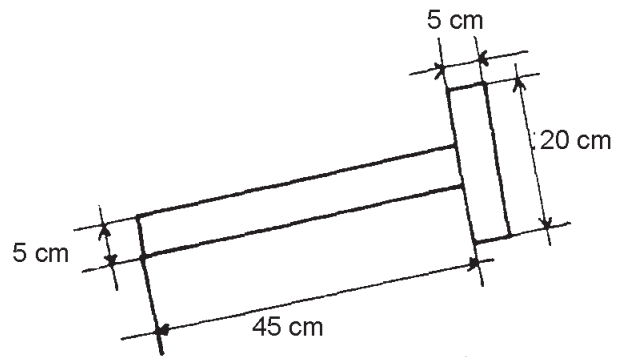

Figura 9
- Corta una tira de madera de 2.5 x 2.5 x 45 cm y otra de 2.5 x 2.5 x 20 cm; únelas empleando el ensamble en "T" a media solapa (figura 9).